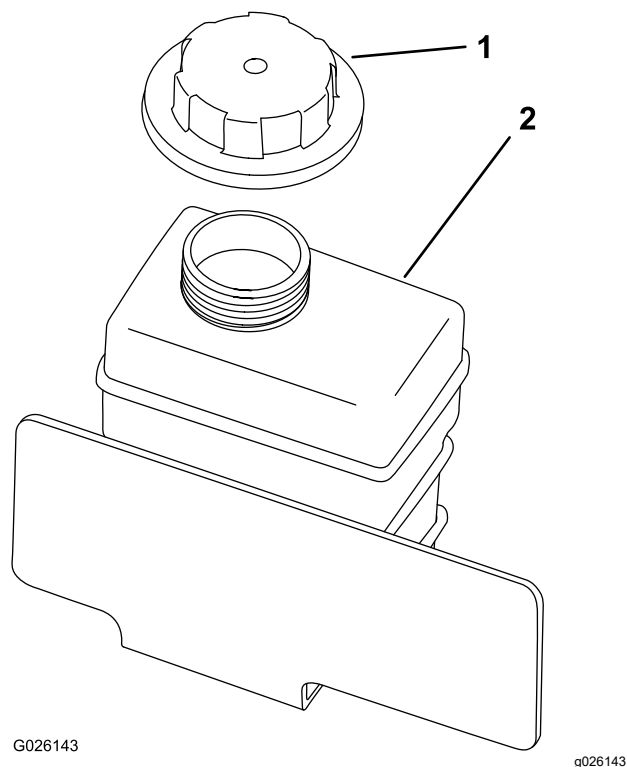

Bild 18
2. Prüfen Sie den Kühlmittelstand im Reservebehälter (Bild 18).